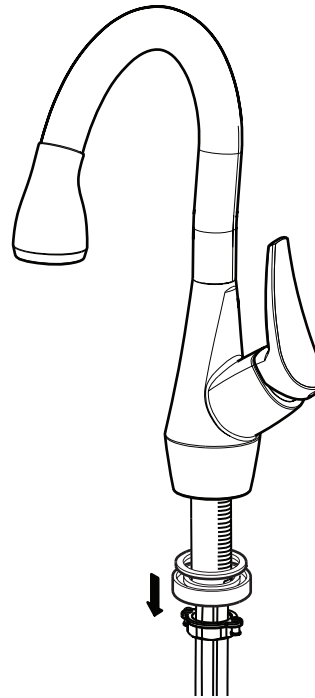

Fig. 1.3
- Dévisser et enlever l'**anneau de serrage**, la **rondelle métallique** et la **rondelle de caoutchouc**. Pour faciliter la tâche, retirer le **tuyau du vaporisateur** de ces pièces en premier. Retirer l'**anneau de finition** ainsi que l'**anneau de la plaque décorative** car ils ne sont pas requis pour une installation à 3 trous (fig. 1.3).
- Remove the **finishing ring** and the **deck plate adaptor ring** because these are not required for three holes installation (fig. 1.3).